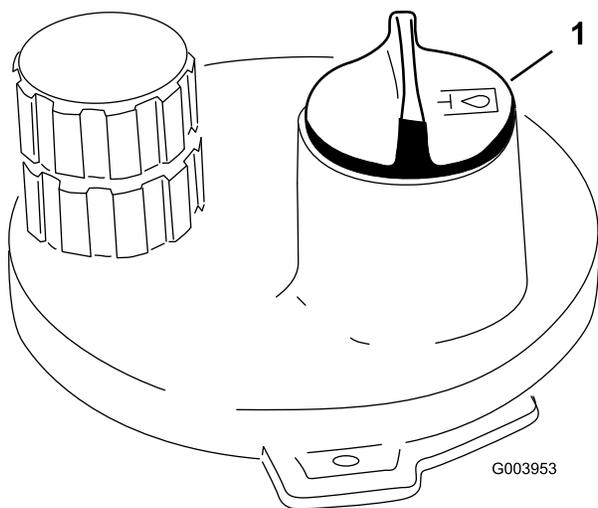

Figura 38
3. Limpe a zona em redor do tubo de enchimento e da tampa do depósito hidráulico (Figura 38). Retire a tampa do tubo de enchimento.